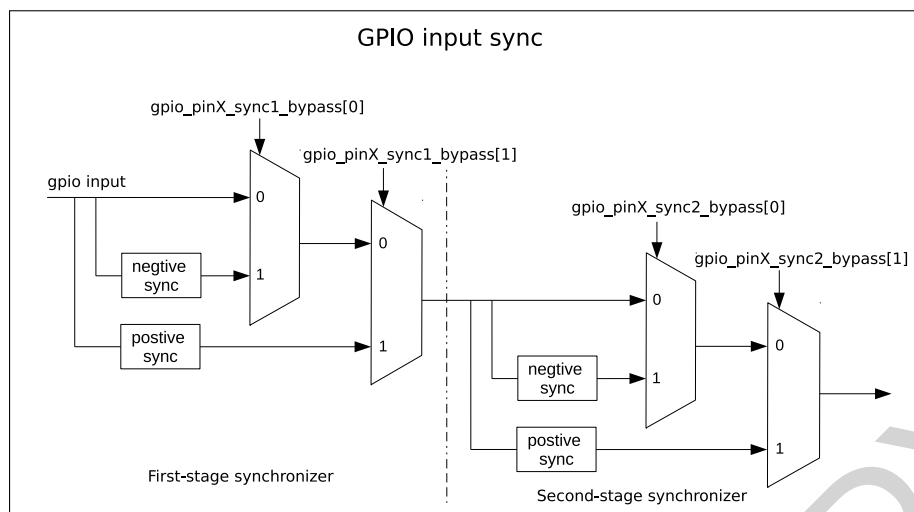

图 5-4. GPIO 输入经 APB 时钟上升沿或下降沿同步
GPIO SYNC 模块的功能如图 5-4 所示。其中，negative sync 为 GPIO 输入经过 APB 时钟的下降沿同步，positive sync 为 GPIO 输入经过 APB 时钟上升沿同步。
- 如图 5-4 所示，配置 `GPIO_PIN x _SYNC1_BYPASS` 使能输入信号第一拍为上升沿或下降沿同步。
- 如图 5-4 所示，配置 `GPIO_PIN x _SYNC2_BYPASS` 使能输入信号第二拍为上升沿或下降沿同步。